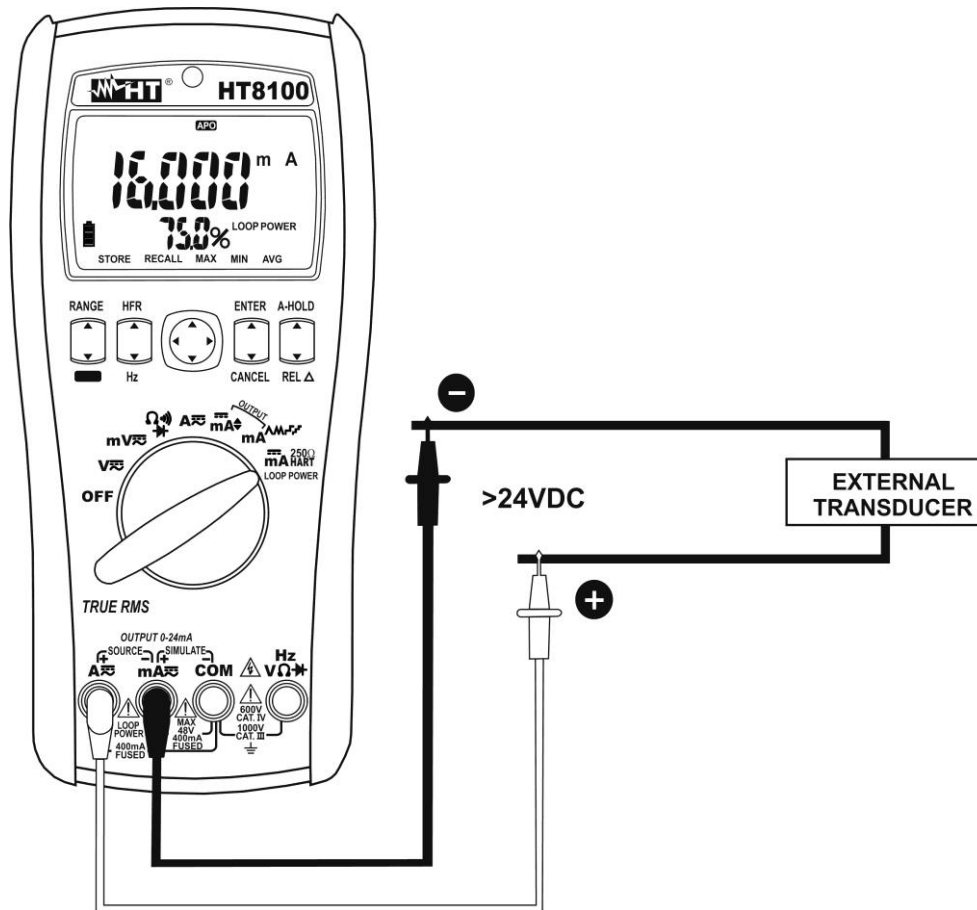

Fig. 10: Uso do instrumento para a medição de corrente CC na saída da transdutores externos
4. Ligar a ponteira vermelha e a ponteira preta ao transdutor externo respeitando a polaridade e o sentido da corrente (ver a Fig. 10).